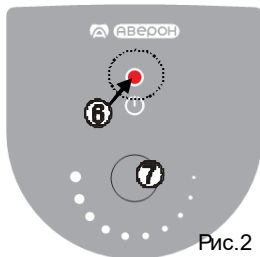

Рис.2
• Включение нагрева отображается светодиодом (6), рис.2.
- не светится (не мигает) – нагрев выключен, ручка (7) в крайнем левом положении,
• Задание температуры - вращением ручки (7): по часовой стрелке – увеличение температуры, против часовой стрелки – уменьшение температуры.